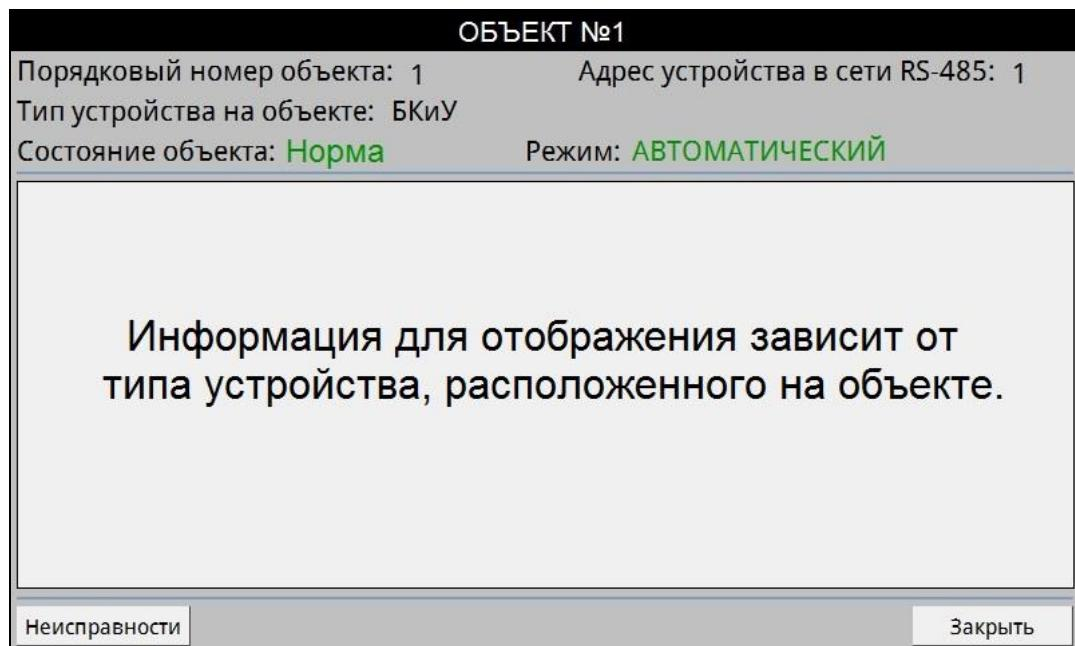

Рисунок 9.2 – Окно с подробной информацией об объекте
9.5 Для получения подробной информации о состоянии объекта, требуется нажать (время нажатия не менее 200 мс) на иконку нужного объекта. После нажатия на иконку откроется окно (рисунок 9.2) с подробной информацией об объекте.